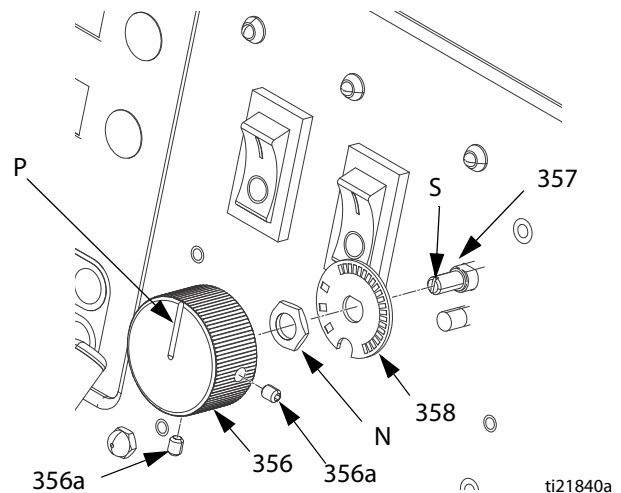

Рис. 9. Регулятор управления/ потенциометр
4. См. Рис. 9. Извлеките два установочных винта (356a) и снимите регулятор управления (356) с вала потенциометра (357).
5. Снимите гайку (N, деталь позиции 357) и стопорную пластину (358).
6. Установите новый потенциометр (357) в обратном порядке. Установите потенциометр таким образом, чтобы паз (S) был в горизонтальном положении. Установите регулятор (356) таким образом, чтобы стрелка (P) указывала вверх. Установите регулятор на вал таким образом, чтобы паз (S) вошел в направляющий штифт регулятора. Перед затяжкой установочных винтов (356a) оденьте регулятор на вал по направлению к стопорной пружине.